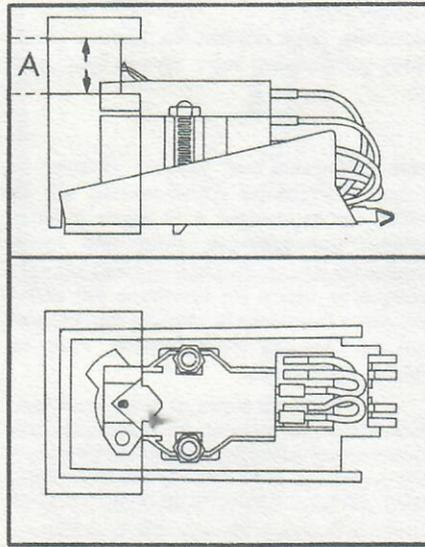

Fig. 13
3. Le montage de la cellule est correcte lorsque la pointe de lecture se trouve bien au centre de l'encoche du gabarit de montage et que, verticalement, la pointe de lecture se trouve à l'intérieur d'une plage (A) (fig. 13).